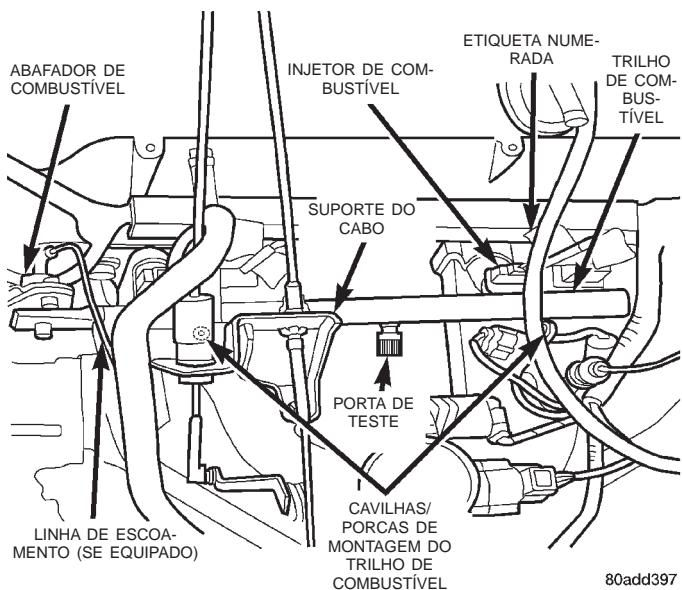

Fig. 30 Montagem do Trilho de Combustível— Motor 2.5L
(1) Retire a tampa do tubo de abastecimento do reservatório de combustível.
(2) Execute o “Procedimento de Liberação da Pressão do Sistema de Combustível”, conforme descrito neste grupo.
(3) Desconecte o cabo negativo da bateria.
(4) Retire o tubo de ar na parte superior da carcaça do estrangulador. Observação: Alguns motores/veículos podem requerer a retirada dos dutos do filtro de ar na carcaça do estrangulador.
(5) Retire os conectores elétricos do chicote de fiação dos injetores em cada injetor. Cada conector dos injetores deverá ter uma etiqueta numerada, identificando seu cilindro correspondente (Fig. 30). Caso contrário, identifique cada conector antes da retirada.
(6) Desconecte a linha de escoamento do abafador de combustível (se equipado).
(7) Desconecte o prendedor de lingüeta da linha de alimentação do combustível e a linha de combustível do trilho de combustível. Consulte “Encaixes de Conexão Rápida”, neste grupo, para obter informações sobre os procedimentos.
(8) Desconecte o cabo do estrangulador da carcaça do estrangulador. Consulte “Remoção/Instalação do Cabo da Válvula”, neste grupo, para obter informações sobre os procedimentos.
(9) Desconecte o cabo de controle de velocidade da carcaça do estrangulador (se equipado). Consulte “Cabo de Controle de Velocidade”, no Grupo 8H, “Sistema de Controle de Velocidade”, para obter informações sobre os procedimentos.
(10) Desconecte o cabo da transmissão automática da carcaça do estrangulador (se equipado).
(11) Retire o suporte de encaminhamento do cabo (Fig. 30) do tubo de admissão.
(12) Retire a porca que prende o chicote de fiação enroscada do sensor da posição do eixo de manivelas no pino prendedor do trilho de combustível. Retire a braçadeira e o chicote de fiação do pino prendedor do trilho de combustível.
(13) Limpe a sujeira/detrito de todos os injetores de combustível no tubo de admissão.
(14) Retire as cavilhas/porcas de montagem do trilho de combustível (Fig. 30).
(15) Retire o trilho de combustível, girando cuidadosamente até que os injetores de combustível estejam fora do tubo de admissão.